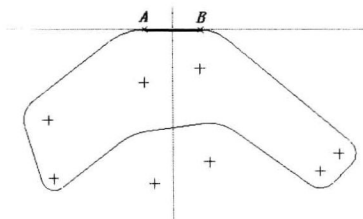

图1-14
3. 选择菜单命令【草绘】/【约束】，系统弹出【约束】对话框，单击 按钮，选择结构中心线，再选择 A 、 B 两点，即可完成线段 AB 的对称操作，如图 1-14 所示。